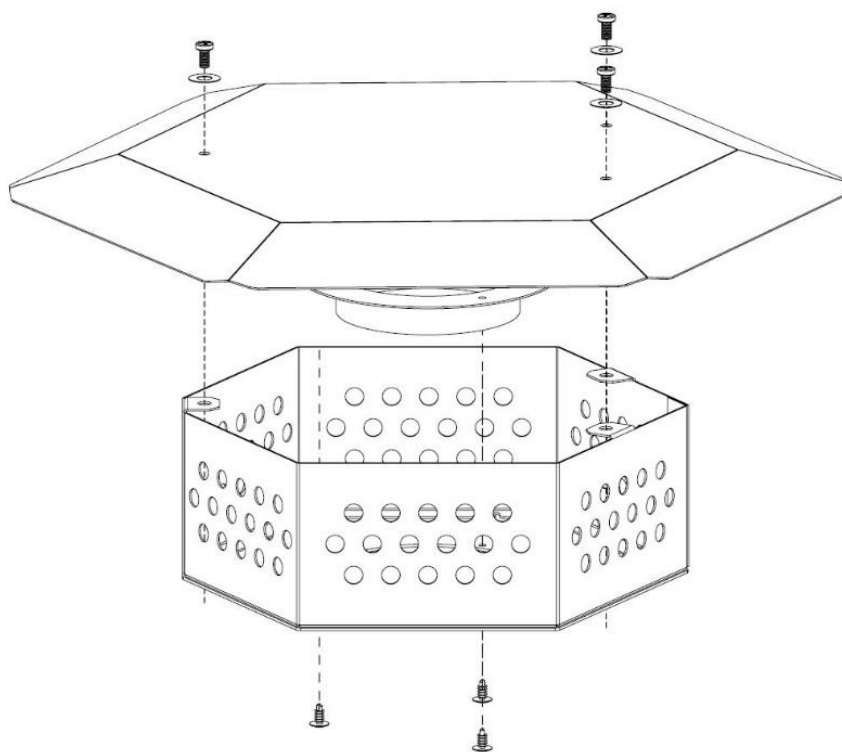

Fig. 7
7. Skru centreringsringen (PC) til skorstenen (KO) ved hjælp af 3 stk. skruer. Fastgør reflektoren (CO) ved hjælp af 3 stk. 5 mm skruer, se fig. 7.